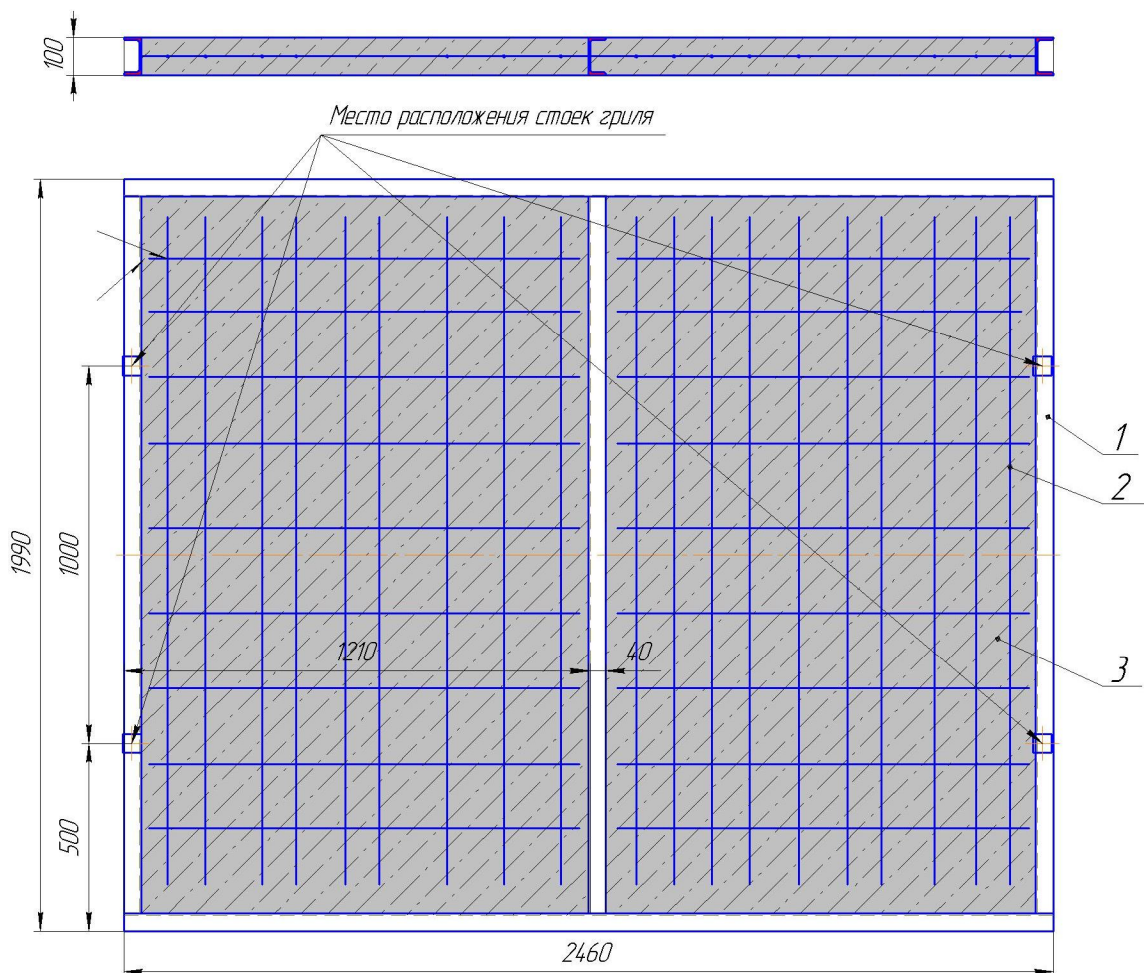

Рис.5 Разгрузочный каркас.
2. Установите гриль на ровную горизонтальную поверхность. Рекомендуется гриль устанавливать на заранее подготовленный разгрузочный каркас (рис. 5), состоящий из рамки 1, сваренных из швеллеров №10, арматуры 2 и цементной подушки 3. При этом опоры основания корпуса гриля должны попасть на швеллера разгрузочного каркаса.